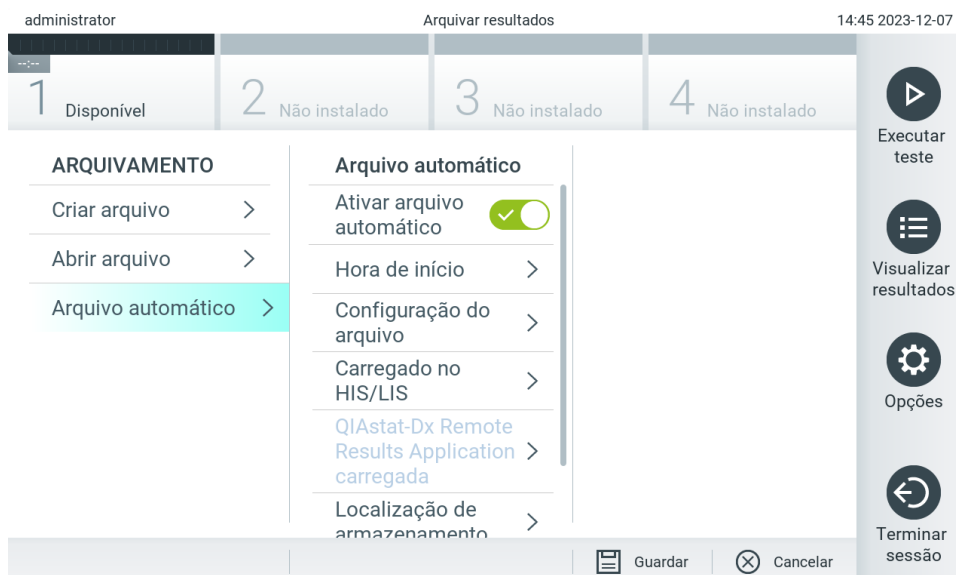

Figura 84. Opções de arquivo automático.
2. Prima **Automatic Archive** (Arquivo automático) e ative a funcionalidade (Figura 84).